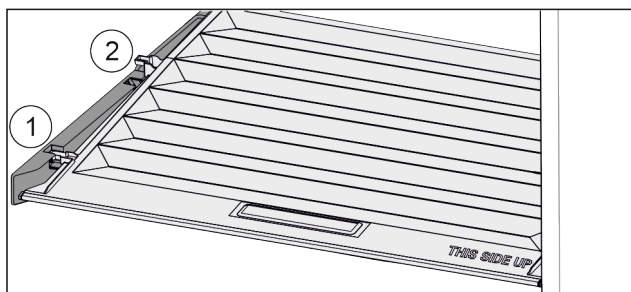

Fig. 38
- ▶ Vytáhněte víko dopředu až k otvoru v přídržných dílech Fig. 38 (1).
- ▶ Vzadu zespolu nadzvedněte a vyjměte směrem nahoru Fig. 38 (2).